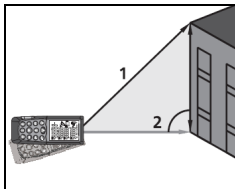

Abb. 9: Indirekte Messung mit 2 Punkten
3. Stellen Sie das Gerät in die höchste Stellung (1) für die Messung (siehe Abb. 9) und drücken Sie die  Taste oder die **MEAS** Seitentaste zur Durchführung der Messung. Das Ergebnis erscheint auf dem ersten Teildisplay. Das Symbol "" erscheint auf dem Display mit blinkender Seite "2"
4. Stellen Sie das Gerät so waagerecht wie möglich (2) für die Messung (siehe Abb. 9) und drücken Sie die  Taste oder die **MEAS** Seitentaste zur Durchführung der Messung. Das Ergebnis erscheint auf dem zweiten Teildisplay
5. Der Endwert des Ergebnisses (als $\sqrt{(1)^2 - (2)^2}$ erhalten) wird im Ergebnisdisplay angezeigt